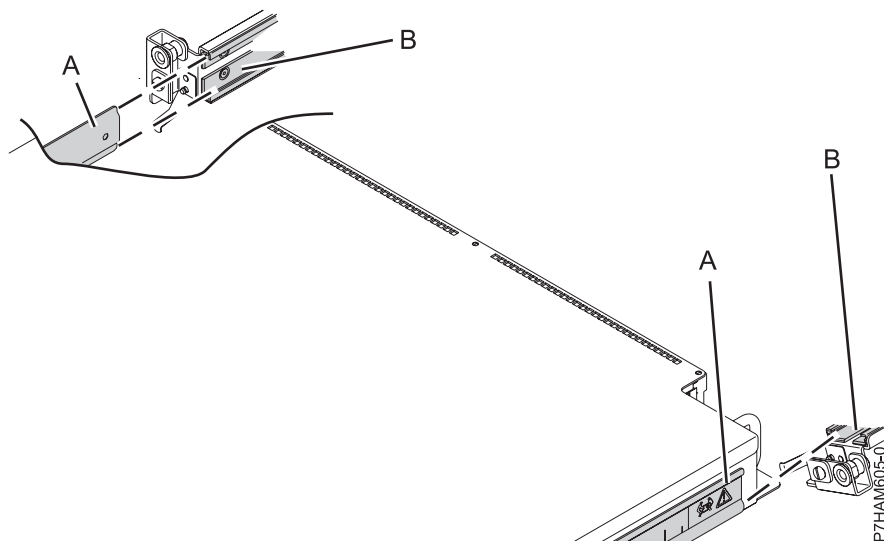

Figure 13. Représentation de la fixation du boîtier aux glissières
- a. Avant de tenter de monter le boîtier de stockage PCIe sur les glissières, observez sur la figure 13 la manière dont le rail de guidage (A) sur le côté du boîtier entre et coulisse dans l'âme de la glissière (B), dont la forme est parfaitement adaptée.
Remarque : Sur la figure 13, la glissière droite (B) est représentée sous un angle qui permet de visualiser son âme creuse. En réalité, la glissière est fixée le long de l'armoire.